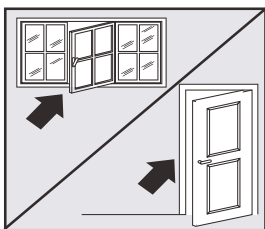

Рис. 14
1. Закройте окна и двери в помещении с кондиционером (рис. 14). При установке прибора на длительный период времени, следует оставить входную дверь слегка приоткрытой (на 1 см), чтобы обеспечить правильную воздушную вентиляцию.